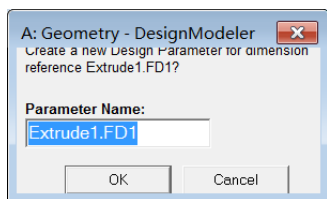
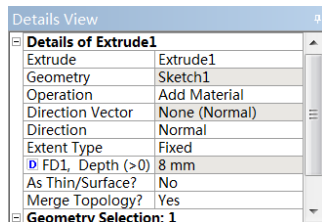

图 3-110 设置参数对话框
图 3-111 设置参数后的细节窗口
- 1) 选择“Extrude1”，在细节窗口中单击“Depth”前的方框，在弹出的对话框（图 3-110）中单击“OK”按钮。得到的细节窗口如图 3-111 所示。